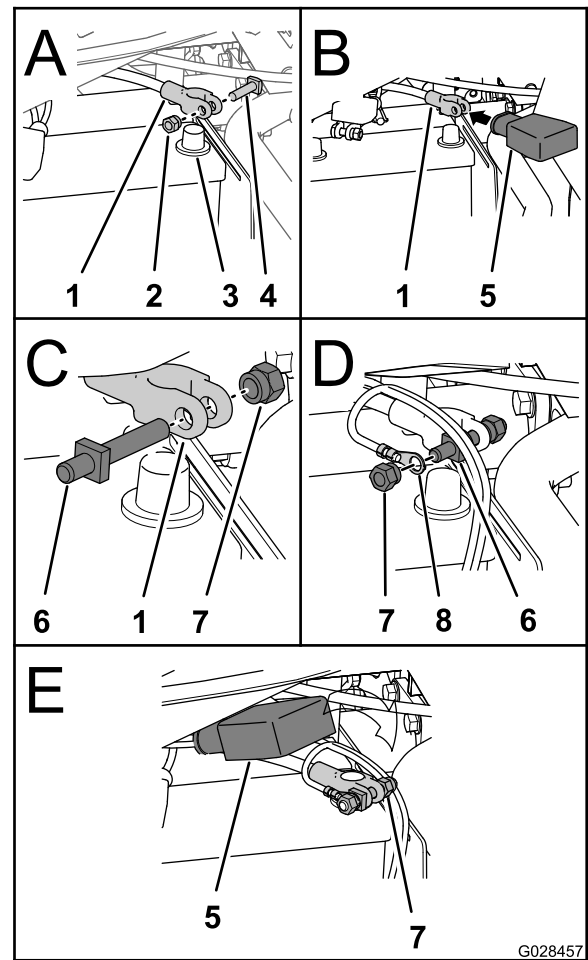

図 25
1. バッテリーのプラス端子からナットとTボルトを外す 図 25のA。
2. バッテリーのプラス端子に赤いカバーを通す 図 25のB。
3. プラスケーブルの端子に新しい端子ボルトとクランプナットを取り付ける 図 25のC。
4. スプレーヤのワイヤハーネスのバッテリー用リード線を、バッテリーの端子ボルトに取り付けてクランプナットで固定する (図 25のD)。
6. マイナスケーブルをバッテリーのマイナス端子に接続し 図 25のE、クランプナットを 19.78 - 25.42 N・m 2.0-2.6 kg.m = 175-225 in-lbにトルク締めする。